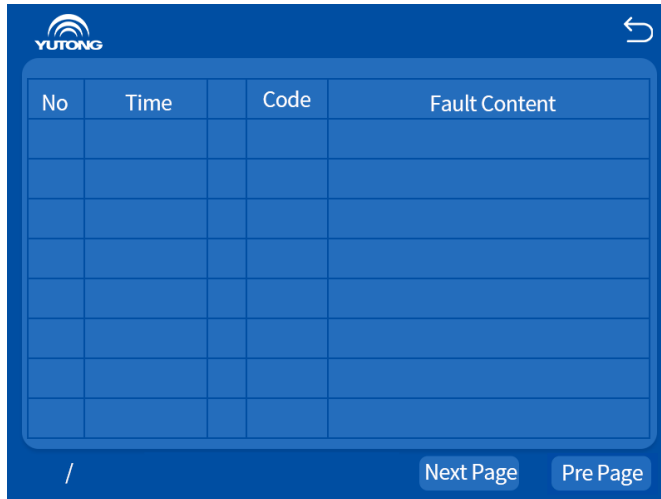

Figura 19 Interfaz de registro de fallos
2) La interfaz de registro de fallos se muestra en la figura 19.